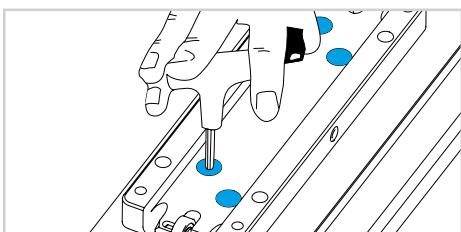

図 7
- 7) 上部のキャリッジを取り外し、内部の部品にアクセスできるようにします。ネジを緩め、外れた部品を持ち上げます (図 7)。